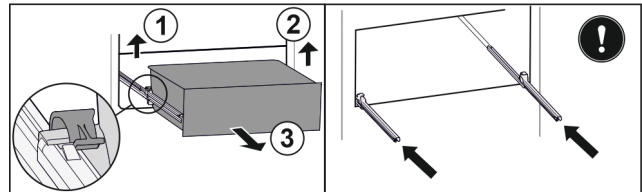

Fig. 79
- Soulever la bride gauche et tirer dans le même temps la partie gauche du tiroir vers l'avant. Fig. 79 (1)
- Soulever la bride droite et tirer dans le même temps la partie droite du tiroir vers l'avant. Fig. 79 (2)
- Retirer le tiroir par l'avant. Fig. 79 (3)